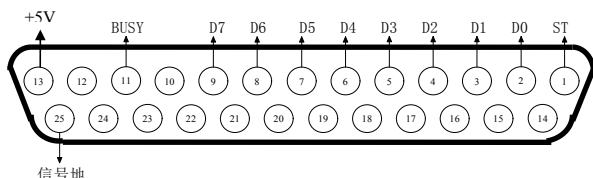

图 3-8 打印机接口
1. 并行打印机接口采用标准的 25 芯 D 型孔式插头座, 其各引脚的定义见图 3-8。仪表可通过标准的并行接口打印机电缆连接打印机。第 13 脚为+5V 输出, 可供峰值电流 2A 以下的微型打印机使用。